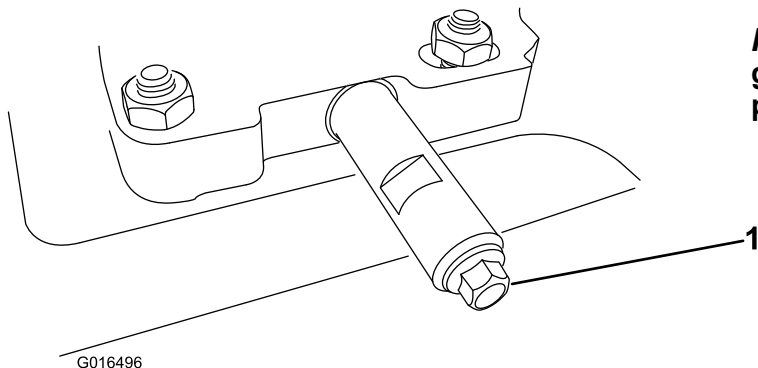

Figura 33
- Pulite l'area attorno al tappo di spurgo dell'olio (Figura 33).